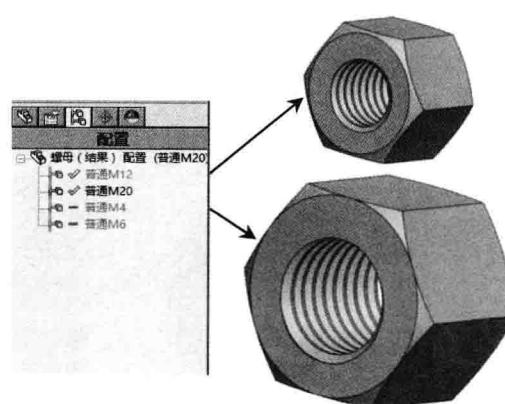

图 1-10 添加其余普通螺母配置操作
STEP 3 通过相同操作，添加另外两个普通螺母配置，并根据表 1-1 修改相关尺寸，令其符合规定，如图 1-10 所示。